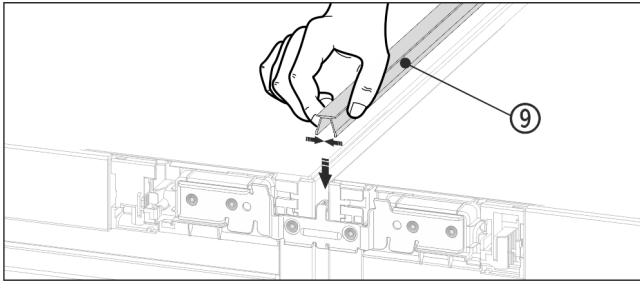

Fig. 20
- Auf der Oberseite die kurze Abdeckleiste Fig. 20 (9) in den horizontalen Spalt drücken.